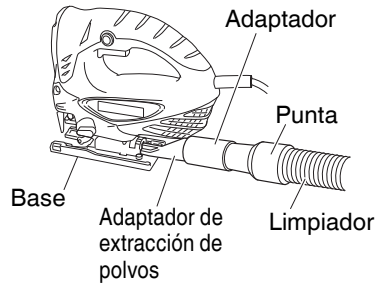

Fig. 16
- (3) Conecte el adaptador de extracción de polvos con el adaptador. (Fig. 16)
- (4) Conecte el adaptador con la punta del limpiador. (Fig. 16)